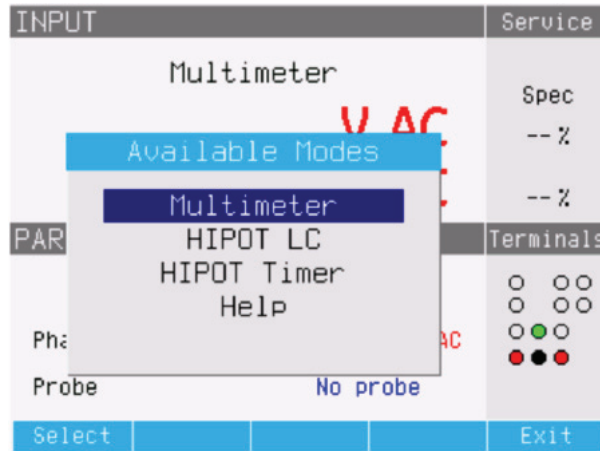

图4-22.万用表模式选择
1. 请按**Mode**功能键，以显示可用模式菜单（参见图4-22）。